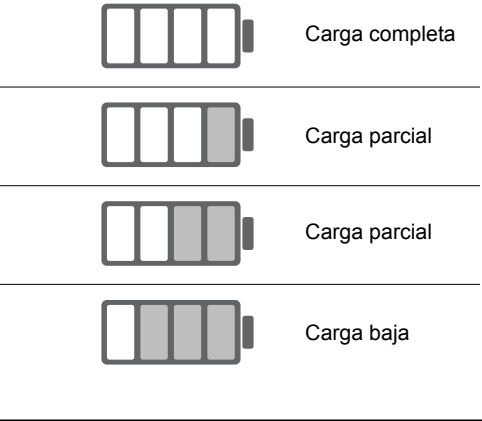

Figura 6 – Símbolos de estado de la batería
4. Verá el símbolo de carga (relámpago blanco) y el símbolo de estado de la batería parpadeando en la esquina de la pantalla. Este símbolo de carga le indica que EXOGEN está cargándose. Cargue EXOGEN hasta que aparezca una batería completamente cargada con el símbolo de estado de la batería. (Figura 6)
Al usar EXOGEN, el símbolo cambiará para mostrar el nivel de batería reducido. Ver figura 6.